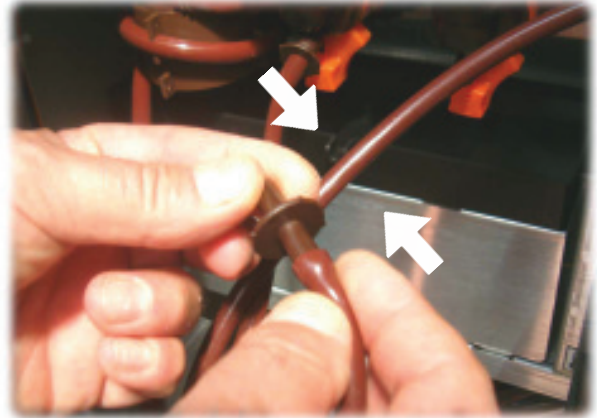

Abb. 13
13. Die Muffe **B**, die sich im mitgelieferten Beutel befindet, auf den Schlauch stecken. (Abb. 13).